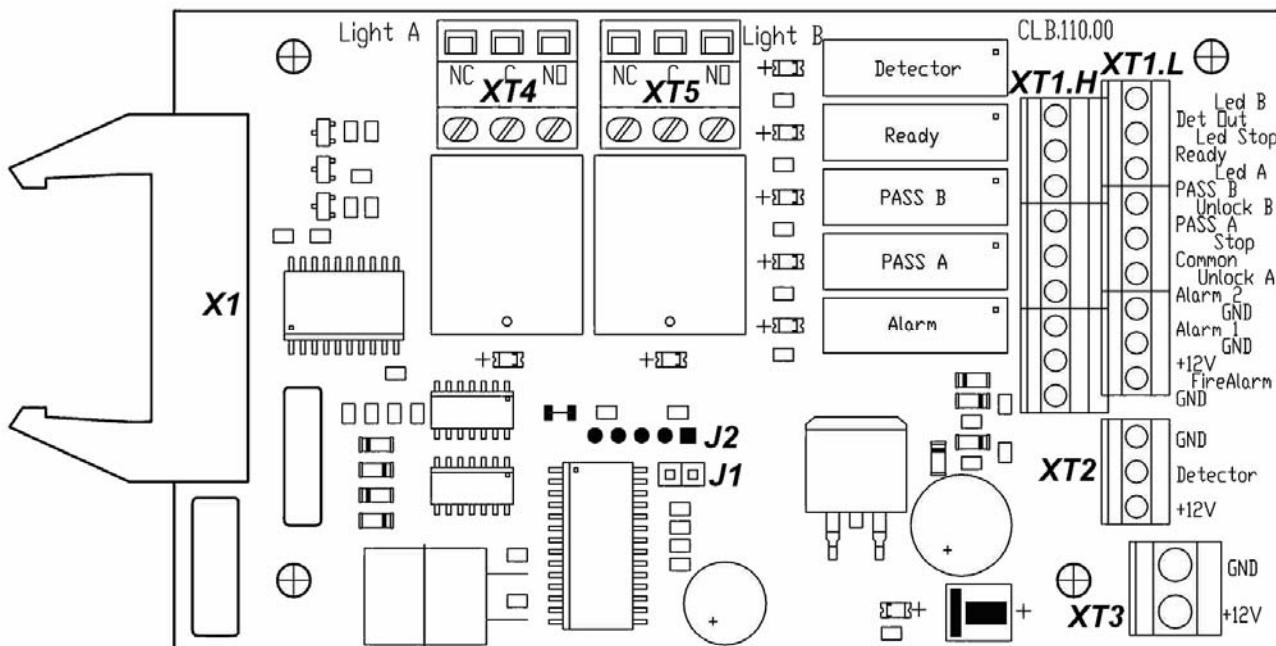
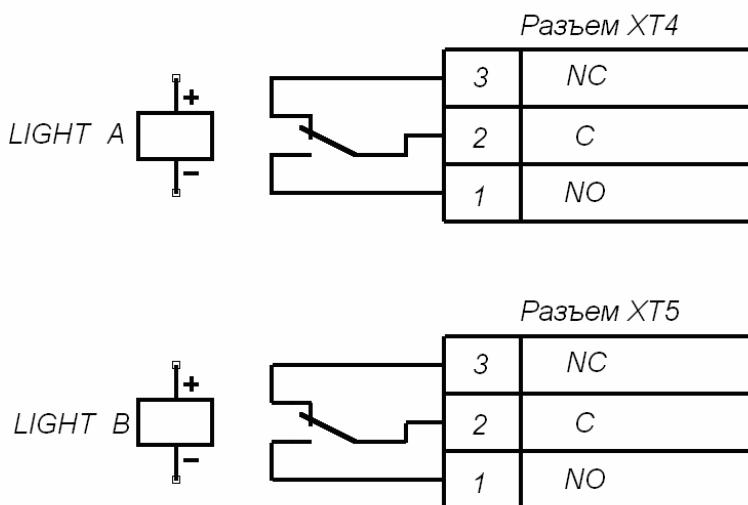

Рисунок 5. Внешний вид платы CLB
Рисунок 9. Выходные каскады для *Light A* и *Light B*
ПДУ подключается к плате CLB гибким многожильным кабелем (11) через клеммную колодку **XT1.L** (см. рис. 5 и 12).
Изменить ориентацию ПДУ относительно установки турникета (если по месту установки турникет обращен к оператору не лицевой, а тыльной стороной) можно, поменяв местами провода от ПДУ, подключаемые на контакты *Unlock A* и *Unlock B*, а также *Led A* и *Led B* соответственно (см. рис. 5 и 12).
На плате CLB (см. рис. 5) расположены:
Подключение указанных устройств производится с помощью кабеля (11) к соответствующим клеммным колодкам **XT1.L** и **XT1.H** платы CLB в соответствии со схемой электрических соединений (см. рис. 5 и 12).
Обозначения установленных на плате CLB клеммных колодок и назначение их контактов показаны на рис. 5.
Факт срабатывания / отпускания реле **PASS A**, **PASS B**, **Ready**, **Detector** и **Alarm** можно определить по загоранию/гашению красных индикаторов, которые установлены вблизи указанных реле (см. рис. 5).
Режим управления определяется наличием перемычки на разъеме **J1** (расположение разъема **J1** показано на рис. 5: перемычка установлена – импульсный режим управления, перемычка снята – потенциальный режим управления). При поставке перемычка установлена.
Подключение ДКЗП производится к клеммной колодке **XT2**, а сирены – к клеммной колодке **XT1.H** платы CLB согласно схеме электрических соединений (рис. 5 и 12). ДКЗП должен иметь нормально-замкнутые контакты.
На контакты *Det Out* и *Common* клеммной колодки **XT1.H** платы CLB (рис. 5) всегда транслируется сигнал о текущем состоянии ДКЗП.
Подключение устройства, подающего команду аварийной разблокировки, производится к клеммной колодке **XT1.L** платы CLB согласно схеме электрических соединений (см. рис. 5 и 12). Если вход *Fire Alarm* не используется, то необходимо установить перемычку между контактами *Fire Alarm* и *GND*. При поставке данная перемычка установлена.
Выносные индикаторы подключаются на клеммные колодки **XT4** (*Light A*) и **XT5** (*Light B*). При этом реле **Light A** (**Light B**) активизировано (на его обмотку подано напряжение), когда горит соответствующая данному направлению прохода зеленая стрелка на блоке индикации, и нормализовано (на его обмотку напряжение не подано), когда соответствующая данному направлению прохода зеленая стрелка на блоке индикации не горит. Факт срабатывания / отпускания реле **Light A** и **Light B** можно определить по загоранию / гашению красных индикаторов, которые установлены вблизи указанных реле (см. рис. 5). Выходные каскады для сигналов *Light A* и *Light B* – перекидные контакты реле (см. рис. 9) со следующими характеристиками сигналов: